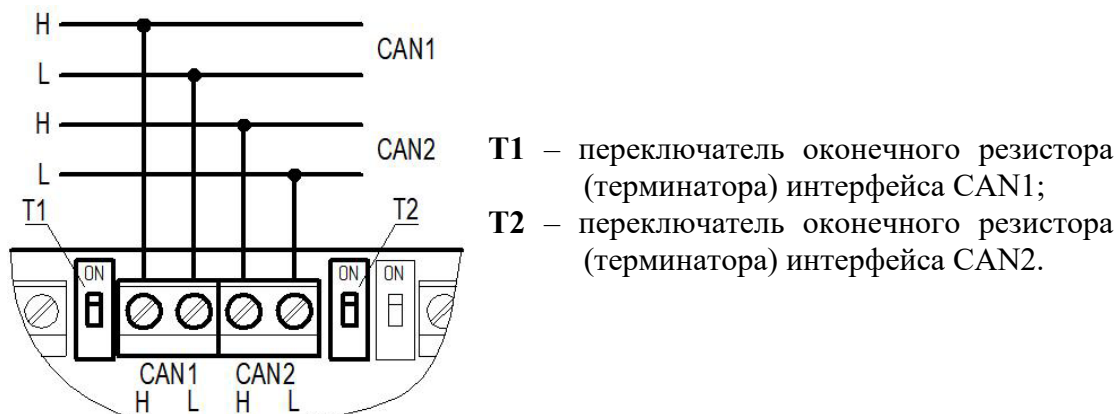

Рисунок 6 – Подключение CAN
- ❗ **ВАЖНО!** Если ППК является оконечным в линии интерфейса CAN, необходимо установить переключатель оконечного резистора в положение **ON** (см. рис.6).